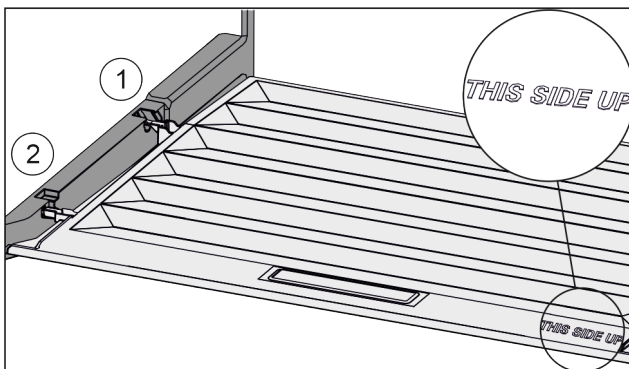

Fig. 74
- Deckelstege über Öffnung der hinteren Halterung Fig. 74 (1) einführen und vorne in Halterung Fig. 74 (2) einrasten.